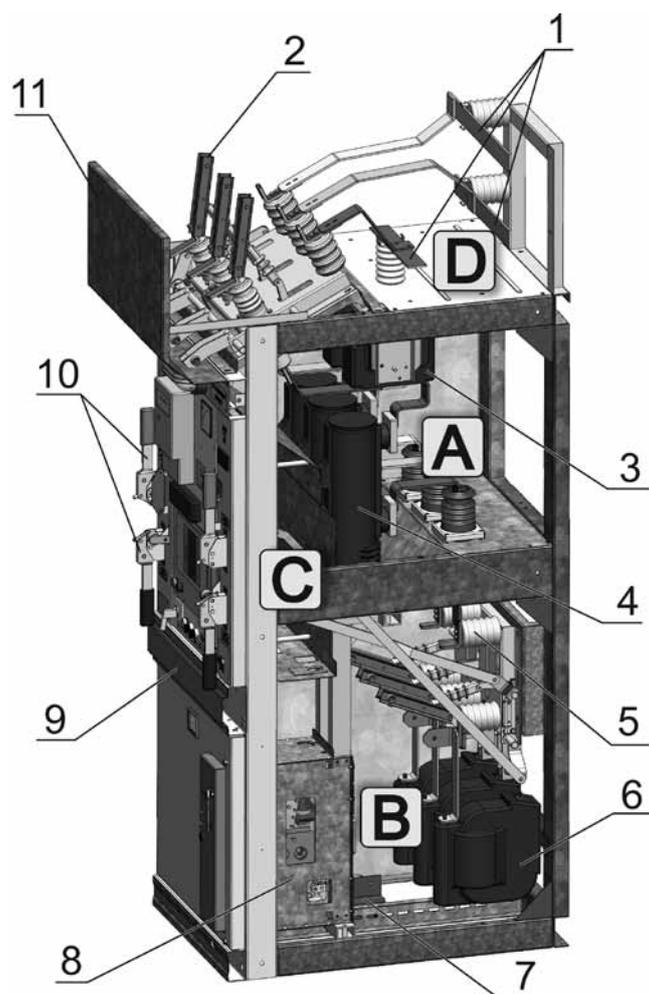

Рисунок 1. Общий вид камеры КСО-298П с вакуумным выключателем ВВ/ТЭК-10.
4.1. Конструктивно камера КСО-298 состоит из трех отсеков – высоковольтного А (рисунок 1), низковольтного С и кабельного В. При существенно меньших – по сравнению с камерами